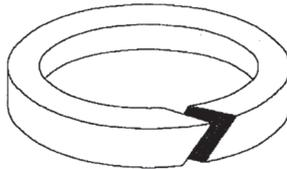

Figure 9
2.- Les bagues du presse-étoupe doivent être coupées selon la longueur exacte, par des coupes en biais, de manière à mettre en contact les bouts sans les superposer (voir la Fig. 9); lors du positionnement, éviter de placer la coupe sur la même position.